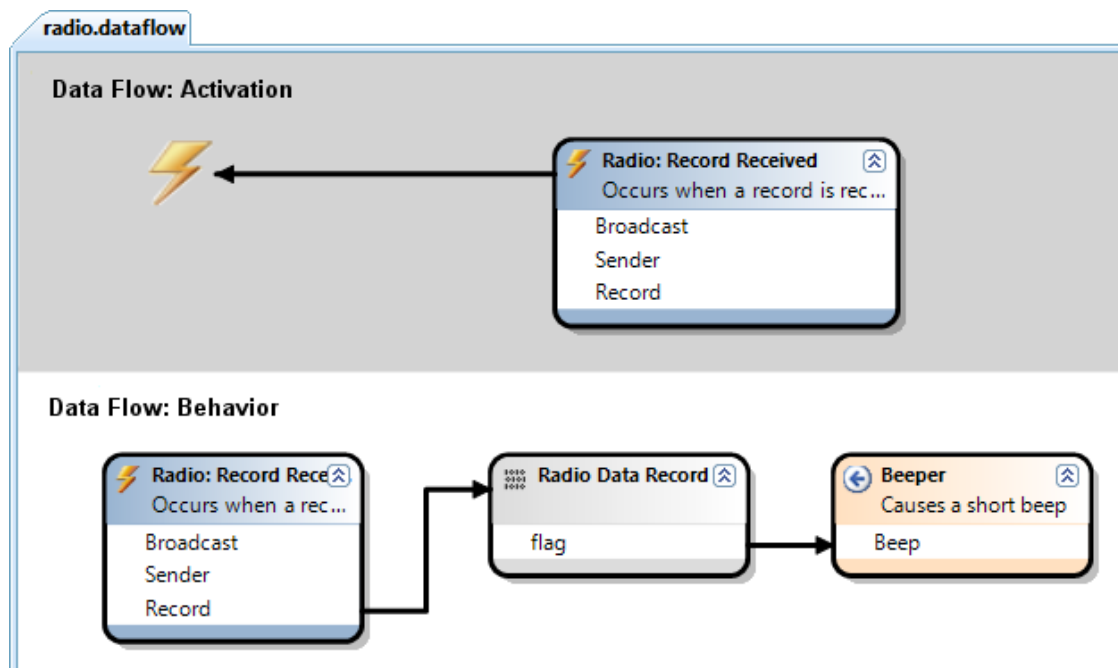

Abbildung 6.3 – Wird ein „Radio Data Record“ empfangen, wird der enthaltene Wert entpackt und an den Summer zur kurzen Aktivierung weitergereicht.
- ⇒ Im Behavior-Bereich nehmen Sie die Daten als einen „Radio Data Record“ entgegen und geben den booleschen Wert darin an den Summer weiter. Ist der Wert TRUE (wie beim Sender des Pakets), wird der Summer kurzzeitig aktiv (siehe Abbildung 6.3).